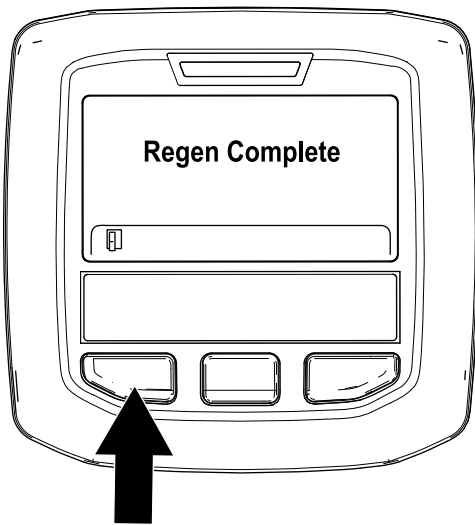

Figura 41
9. Cuando la regeneración en estacionamiento se haya completado, en el InfoCenter se muestra el mensaje "Regeneración completada". Pulse el botón izquierdo para salir de la pantalla de inicio (Figura 41).